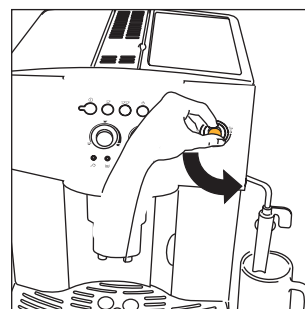
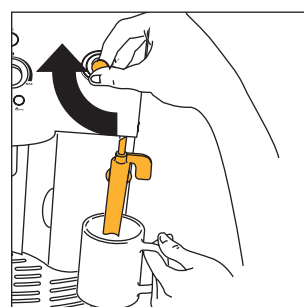
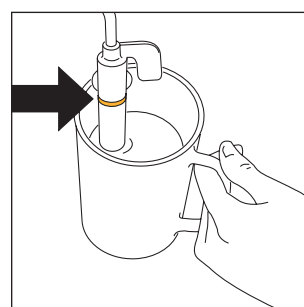

Fig.5
Fig.23
Fig.24
3. **INMEDIATAMENTE DESPUÉS, ANTES DE TRANSCURRIDOS 30 SEGUNDOS** gire el mando de vapor media vuelta hacia la izquierda hasta el tope (fig. 5) (es normal que la máquina haga ruido).
- Gire el mando vapor media vuelta hacia la izquierda hasta el fondo (fig. 5): el agua caliente saldrá por el emulsionador y empezará a llenar el recipiente de abajo.
- **Inmediatamente después, antes de transcurridos dos minutos como máximo** (en caso contrario la máquina vuelve automáticamente a la función café), sumerja el emulsionador en el recipiente de la leche (fig. 23) procurando no superar la línea marcada en el emulsionador (indicado por la flecha de la fig. 24). Gire el mando vapor media vuelta hacia la izquierda hasta el tope (fig. 5). (Tenga cuidado en no quemarse). Del emulsionador saldrá vapor que le dará un aspecto cremoso a la leche y aumentará su volumen. Para formar una espuma más cremosa, sumerja en la leche el emulsionador y gire el recipiente con movimientos lentos de abajo hacia arriba. (Se aconseja no erogar vapor durante más de 2 minutos seguidos).
- Haga salir un poco de agua o vapor durante algunos segundos girando el mando de vapor hacia la izquierda hasta el tope (fig. 5). Con esta operación, el tubo de vapor descarga la leche que pueda haber quedado en su interior. **IMPORTANTE:** por razones de higiene se aconseja realizar esta operación para que la leche no se deposite en los circuitos internos del emulsionador.